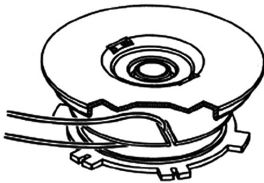

Рис. 12. Установка корда в паз катушки
- Отрежьте около 5 метров корда диаметром 2,0 мм, сложите его вдвое и выровняйте концы. Середину корда вставьте в специальный паз в катушке (Рис. 12).